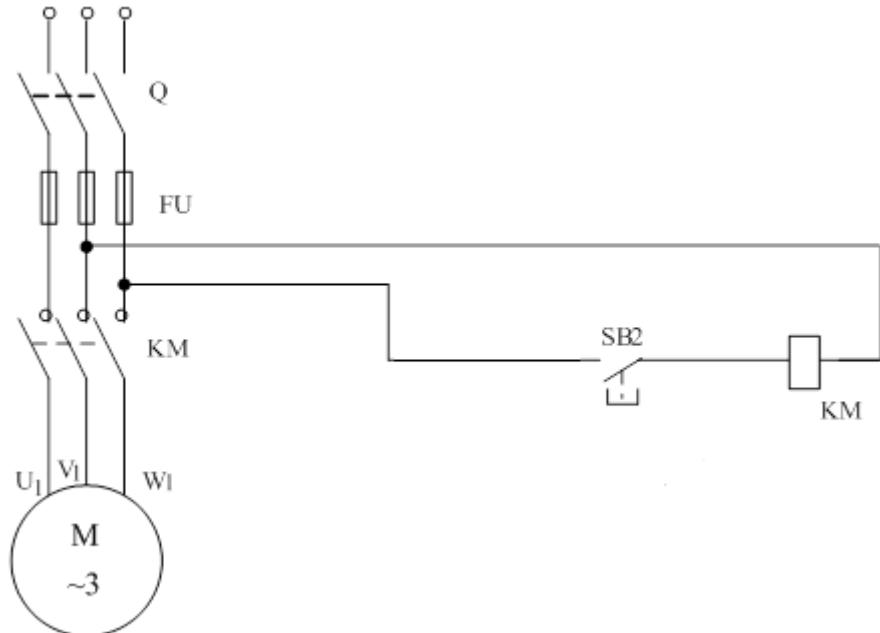

图 7 三相异步电动机的点动控制电路
- 1) 按图 7-a 接好主电路与控制电路。合上电源开关 Q，按下正转按钮  $SB_F$ ，观察电动机转向，然后按停机按钮  $SB_1$ ，停机，再按反转按钮  $SB_R$ 。观察电动机转向，应反转。按  $SB_F$  正转按钮，使电动机正转，然后再按下  $SB_R$  反转按钮，各电器并不动作，电动机继续正向转动。辅助常闭触头 ( $KM_F$ 、 $KM_R$ ) 实现互锁的作用，试分析原理。
- 2) 按图 7-b 所示控制电路接线，采用由复式按钮组成互锁保护的控制电路，当正转向反转切换时，可不必先按停止按钮  $SB_1$ ，而可直接按下  $SB_R$  使电动机反向转动起来。试分析控制原理。(选做)